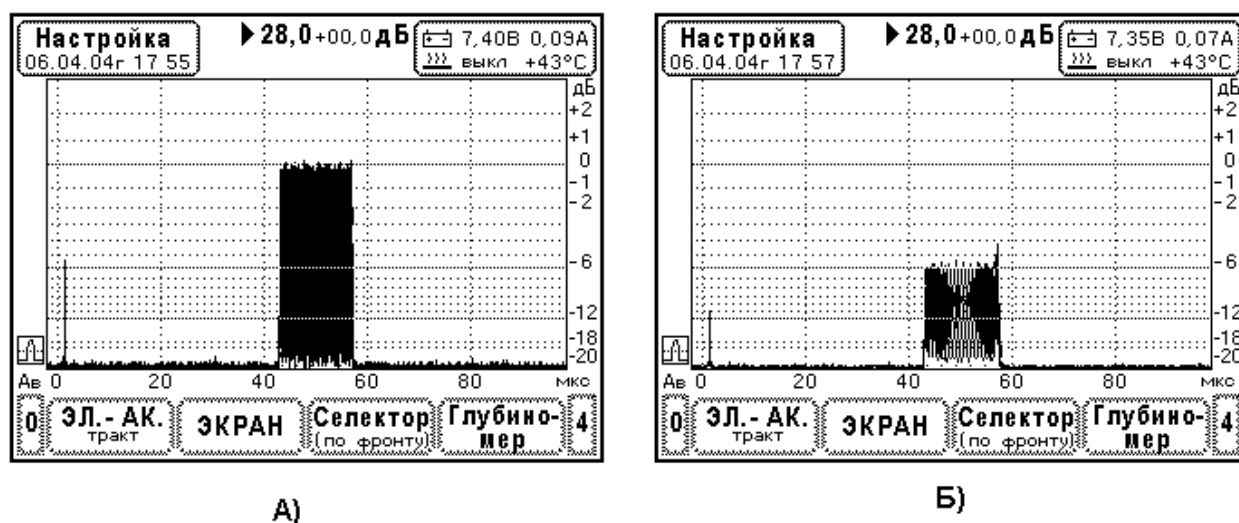

Рис. 10.6.5.1. Вид тест-сигнала на экране дефектоскопа при определении полосы пропускания приемника.
4. Установите опорный уровень чувствительности УД9812. Выберите меню «Экран» - «Усиление» и регулируя усиление приемника, установите амплитуду тест-сигнала на уровень 0дБ по разметке экрана (Рис. 10.6.5.1. А).
5. Измерение нижней граничной частоты F_n . Уменьшайте частоту тест-сигнала до тех пор пока его амплитуда на экране прибора не уменьшится до уровня -6 дБ (Рис. 10.6.5.1. Б). По шкале частот генератора сигналов (Г4-102) зафиксируйте частоту F_n . В процессе измерений амплитуда тест-сигнала на входе дефектоскопа должна быть постоянной - 200 мВ. Следите за амплитудой тест-сигнала по экрану осциллографа. Если необходимо, проведите подстройку амплитуды с помощью органов управления генератора сигналов.